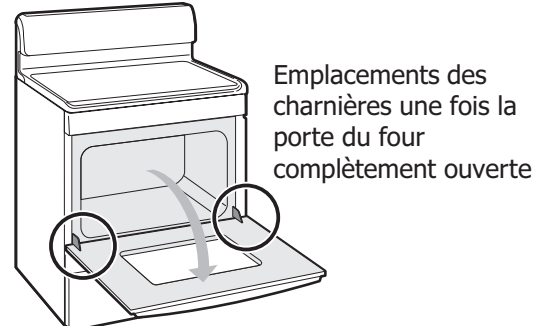

Figure 21: Emplacement des charnières de porte
3. Ouvrez complètement la porte du four. (Figure 21).